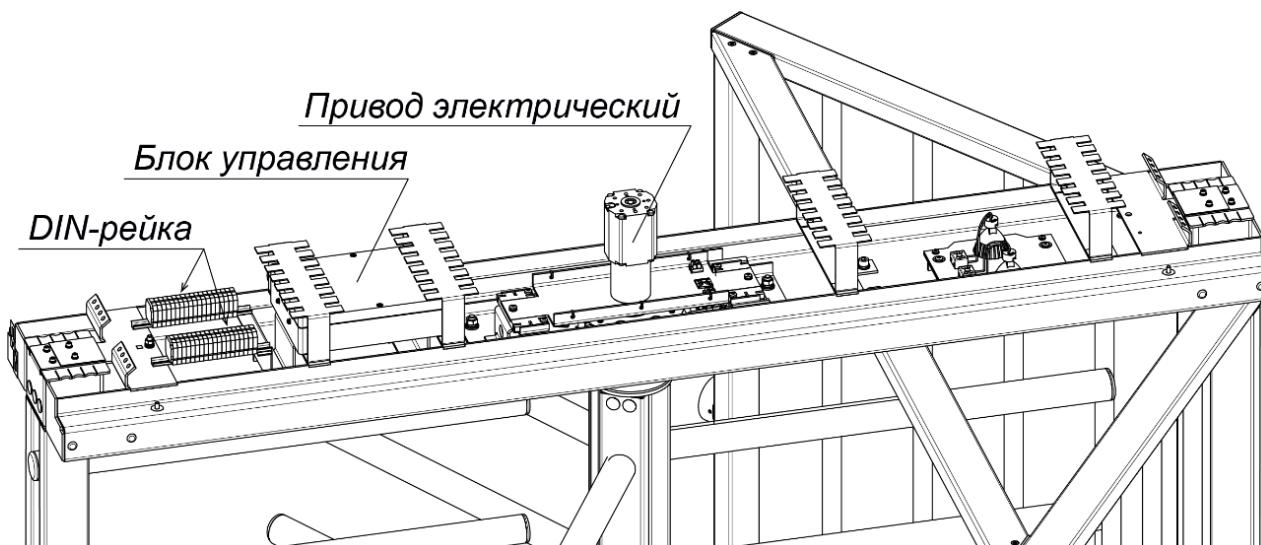

Рисунок 3. Вид балки привода турникета PERCo-RTD-16.1 без крышки
**Блок управления** (рис. 3 и 4) выполнен в виде отдельной платы, размещенной в закрытом пластиковом корпусе, и осуществляет управление турникетом в соответствии с алгоритмом и поступающими командами управления.